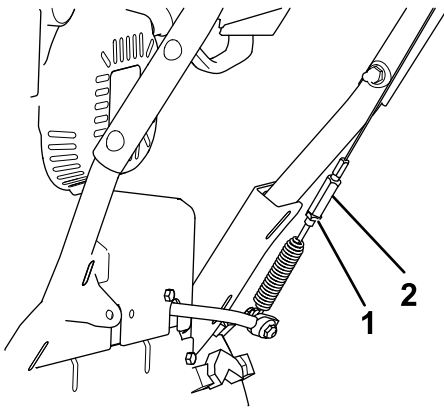

Bild 32
5. Lösen Sie die Klemmmutter (Bild 32).
6. Lösen oder ziehen Sie die Spannschraube an, um die Kabelspannung einzustellen (**Bild 32**).